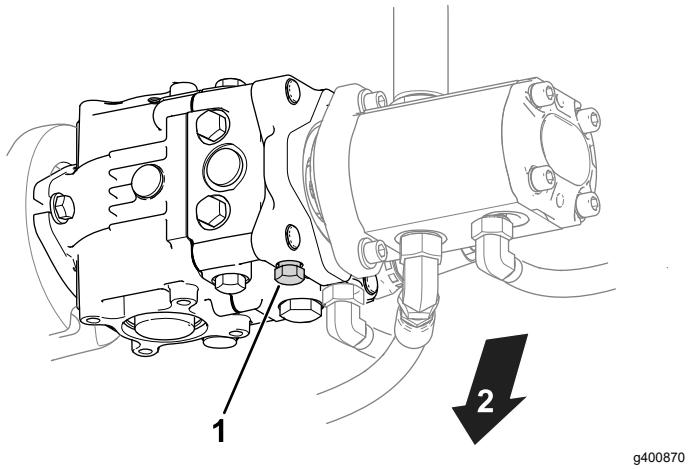

Figura 30
1. Localize a válvula de derivação na bomba (Figura 30).